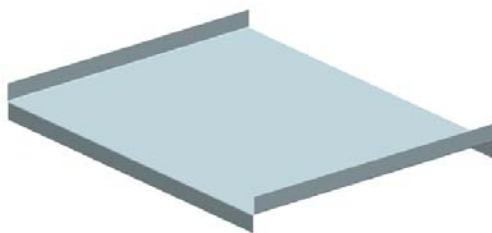

图 11-234 创建弯边特征 4
(10) 在“弯边”对话框中, 单击  按钮, 创建弯边特征 4, 如图 11-234 所示。